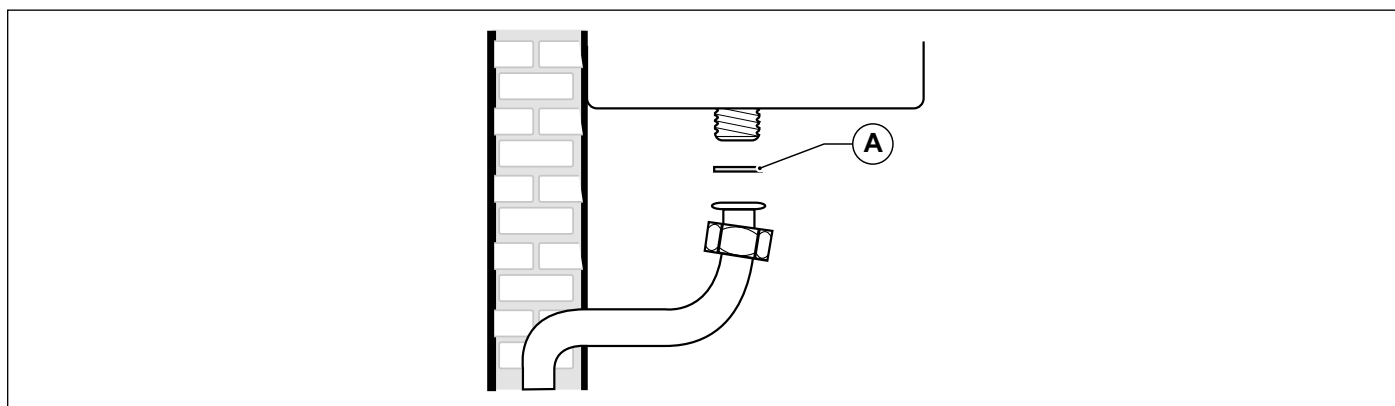

Fig. 15 Raccordement au réseau du gaz
**Pour brancher la connexion de gaz de la chaudière à la tuyauterie d'alimentation, IL EST OBLIGATOIRE d'interposer un joint (A) de butée étanche ayant les dimensions adéquates et d'un matériau approprié (voir Fig. 15 Raccordement au réseau du gaz).**